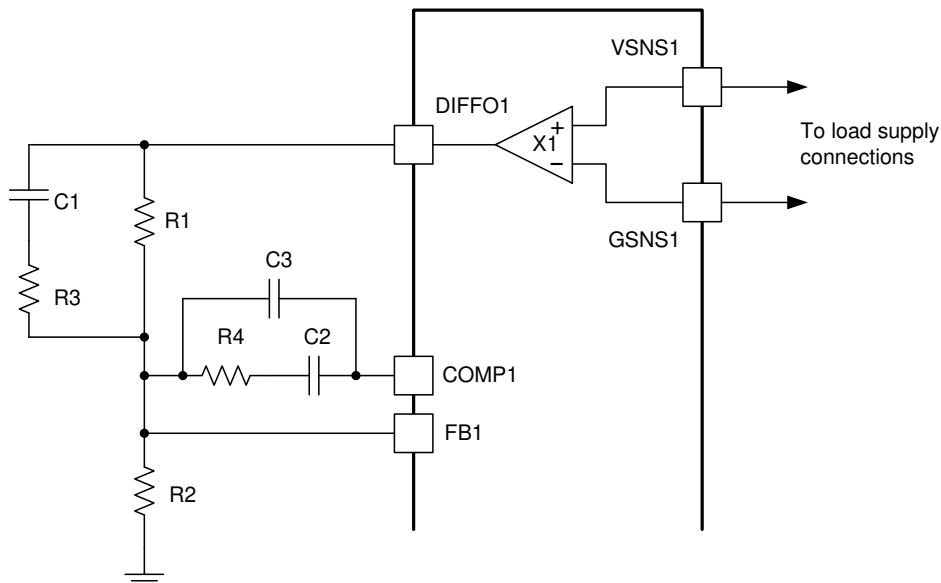

图 12. 设定输出电压
输出电压设置与使用连接在输出端和反馈 (FB) 引脚之间的分压器进行的传统模拟控制器设置非常相似。输出电压必须分为 600mV 的标称基准电压。图 12 显示了控制器的典型连接。使用单位增益差分电压检测放大器检测负载上的电压。该类型的检测可提供更佳的负载调节（有关差分检测放大器的最大输出电压，请参阅电气规格）。